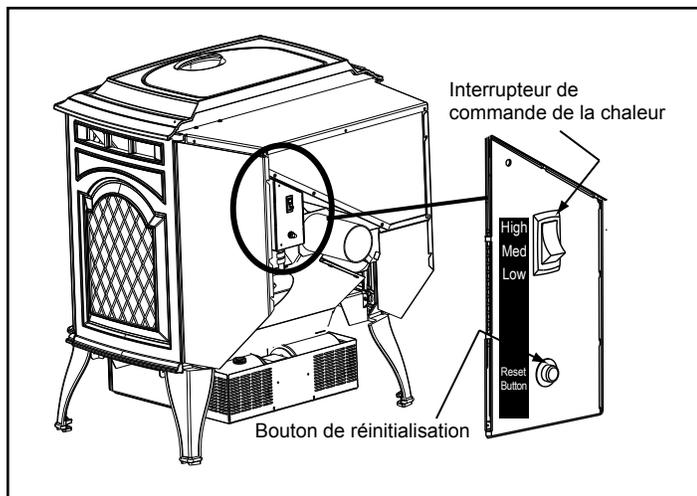
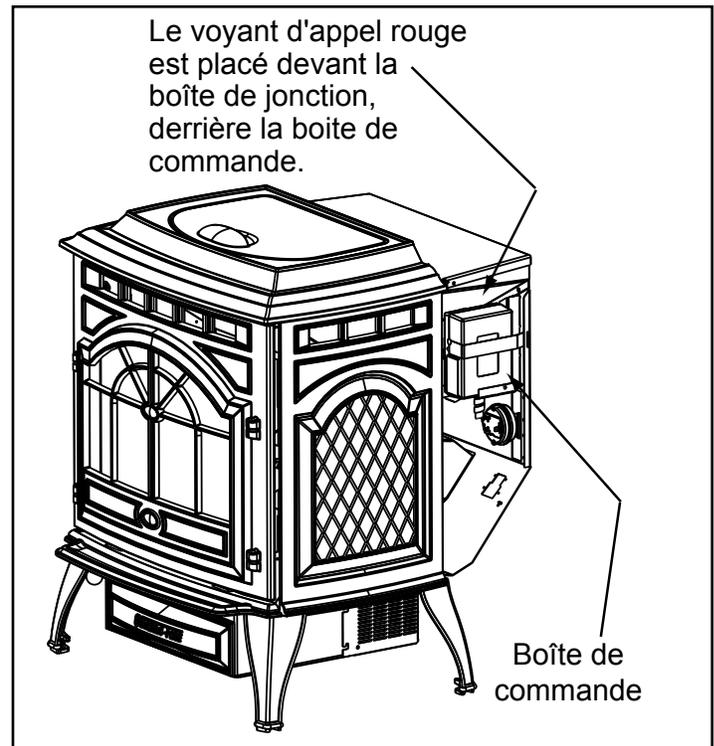

Figure 8.1
Figure 9.2
3. Localisez l'interrupteur de contrôle de l'intensité du chauffage situé au dos de l'appareil du côté droit supérieur. **Figure 8.1.** Réglez-le sur « haut » en enfonçant l'extrémité de l'interrupteur de contrôle, puis réglez le thermostat sur la température maximum. Retirez le panneau de droite et le voyant d'appel rouge situé à gauche de la boîte de commande s'allumera. **Figure 9.2.** Cela indique que le thermostat demande de la chaleur.
3. L'appareil peut parfois brûler tout le combustible et s'arrêter automatiquement. Dans ce cas, le voyant d'appel rouge sera allumé. **Voir la figure 9.2.** Pour le remettre en marche, remplissez la trémie et pressez le bouton de réinitialisation. **Voir la figure 8.1, page 8.** Le voyant d'appel rouge s'éteint quand vous pressez le bouton de réinitialisation. Relâchez le bouton et le voyant se rallumera. Vous devez voir des flammes apparaître après un court instant. Si ce n'est pas le cas, suivez les instructions de la rubrique « Allumage de votre premier feu » à la **page 8.**